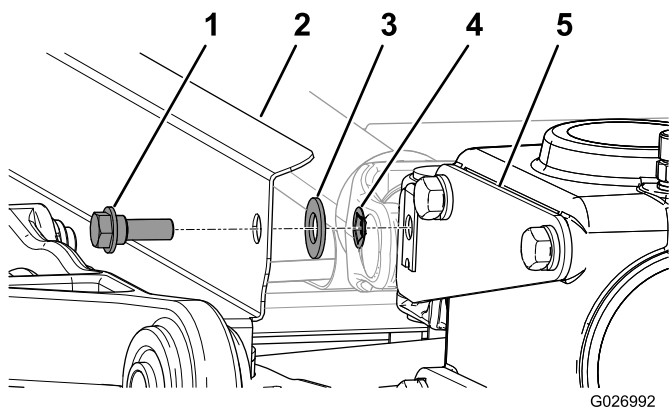

Figura 25
3. Instale o resguardo do veio propulsor ao apoio da articulação instalada no procedimento 6 Montagem do apoio da articulação (página 5); consulte a Figura 25.